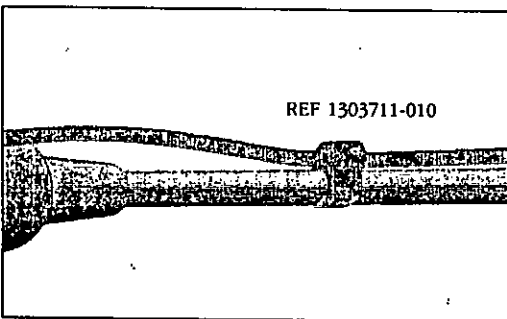

fig. 9
L. Fije el tubo-spray al cable del motor con las bridas de fijación REF 1303711-010 fig. 9.